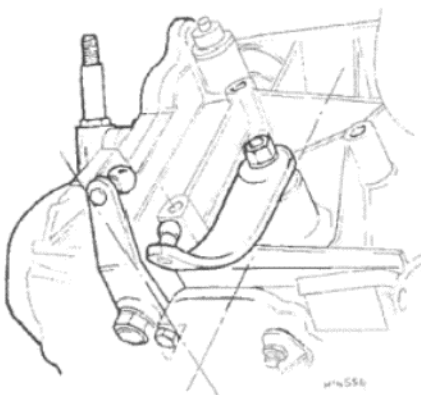

Рисунок 13.11. Рычаги переключения в нейтральном положении на трансмиссии типа ВЕ 1 (Раздел 7)
17. Установив коробку передач в нейтральное положение, отметьте, что рычаги переключения передач находятся в соответствующих положениях (см. Рисунок 13.11). Направляющих шплинтов здесь не имеется, поэтому очень легко установить рычаги неправильно при проведении сборки.
(б) проследите за тем, чтобы рычаги переключения передач находились в нейтральном положении (см. Рисунок 13.11);